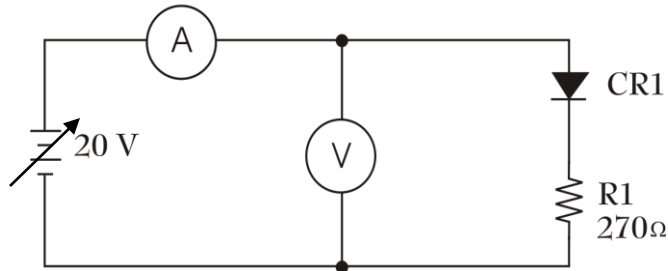

Fig. 1-7
6. Construya el circuito de la Fig. 1-7, asegurándose de tener la polarización adecuada en el Voltímetro, el miliamperímetro y el diodo. Ahora mediremos la corriente de ánodo en sentido directo en función de la tensión de la fuente, con una carga de 270 ohms.